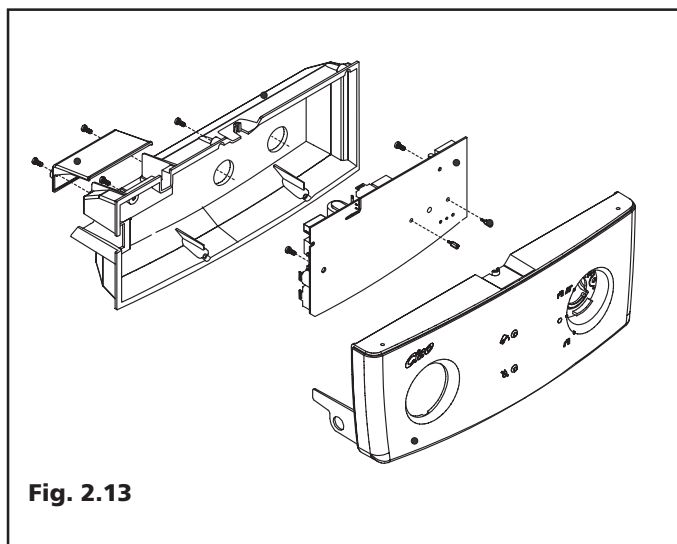

Fig. 2.13
2.10 Alimentatore caldaia (Fig. 2.13)